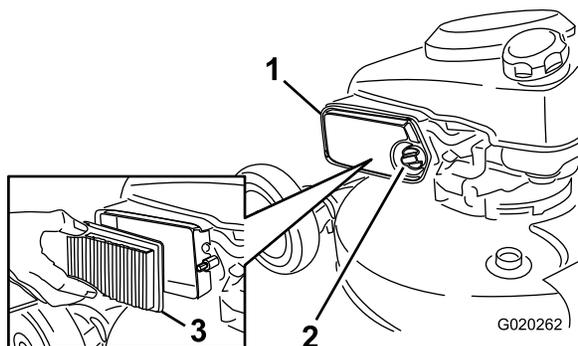

Figura 38
1. Svitare la manopola e aprire il coperchio (Figura 38).
2. Sostituite l'elemento del filtro dell'aria (Figura 38).